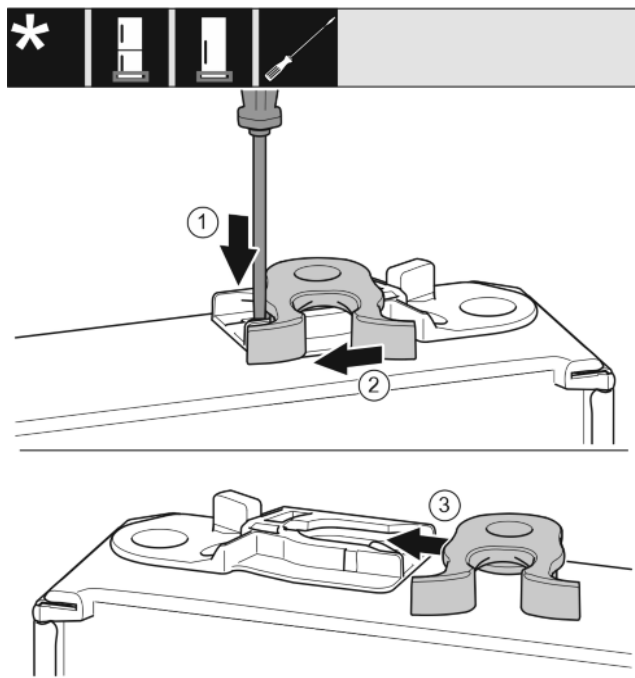

Fig. 16
- Plochým skrutkovačom zatlačte strmeň nadol. Fig. 16 (1)
- Zatvárací hák vytiahnite z vedenia. Fig. 16 (2)
- Zatvárací hák zasuniete na druhej strane do vedenia. Fig. 16 (3)